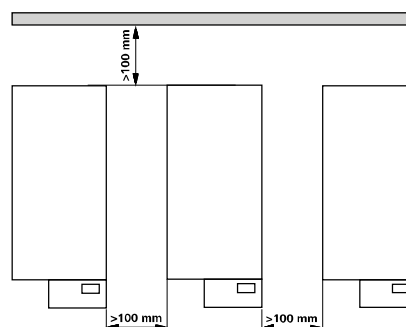

Fig. 2
- Observe as distâncias mínimas entre aparelhos, aparelho e parede e distâncias mínimas (min. 800 mm) por cima do módulo. ver Fig. 2.